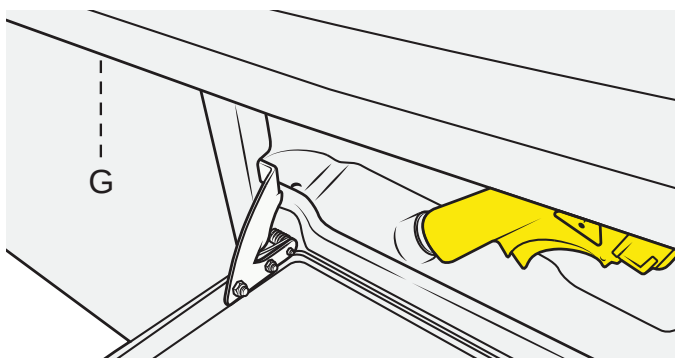

Figure 141
8. Serrez complètement l'écrou (D), le plus près possible du compartiment de désinfection. Voir Figure 141.